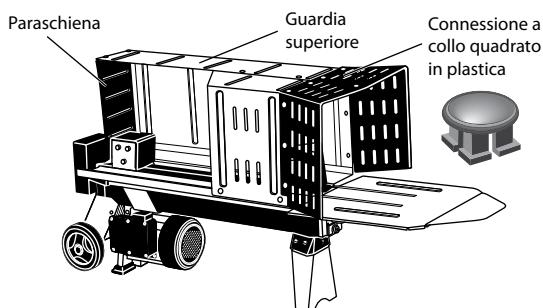

Fig 4
6. Assicurarsi che i fori dei coperchi di protezione sinistro e destro siano allineati con i fori del coperchio originale, utilizzare 12 supporti in plastica a collo quadrato per collegare i coperchi di protezione destro e sinistro e il coperchio originale insieme. Quindi, con l'aiuto di fissaggi in plastica con un collo quadrato, collegare insieme le coperture di protezione destra e posteriore (Fig.4).